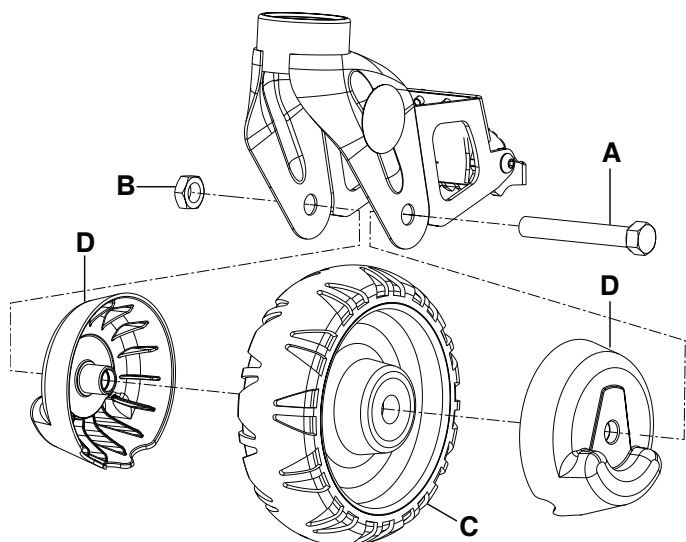
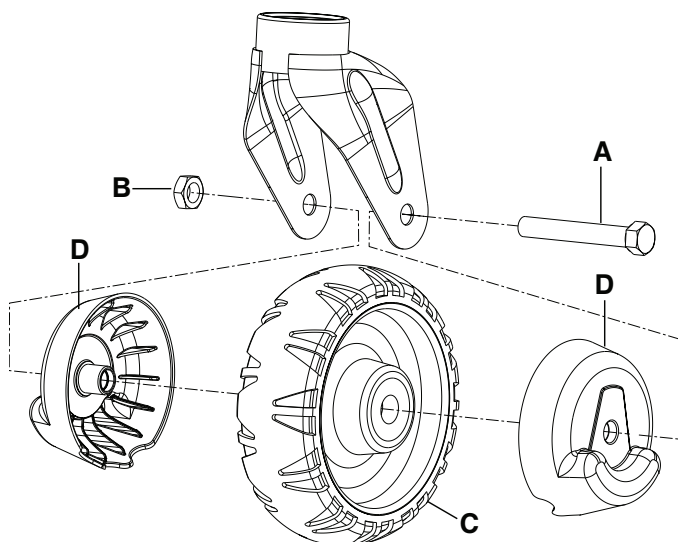

図5-ホイールカバーとホイールロックの付いたコットの車輪
図6-ホイールカバー付きでホイールロックのないコットの車輪
4. 車輪の回りの2つのホイールカバー (6390-001-206) (D) を揃え、ホイールカバーが両側で合うようにします (図 5 または図 6)。
5. 5/8インチソケットと、3/8インチ駆動ラチェット、11/16インチコンビネーションレンチを使用して、六角頭ネジ (A) とトップロックナット (B) (0016-060-000) を取り付け、ホイールカバー (D) の付いた車輪 (C) をキャストのホーンに固定します (図 5 または図 6)。